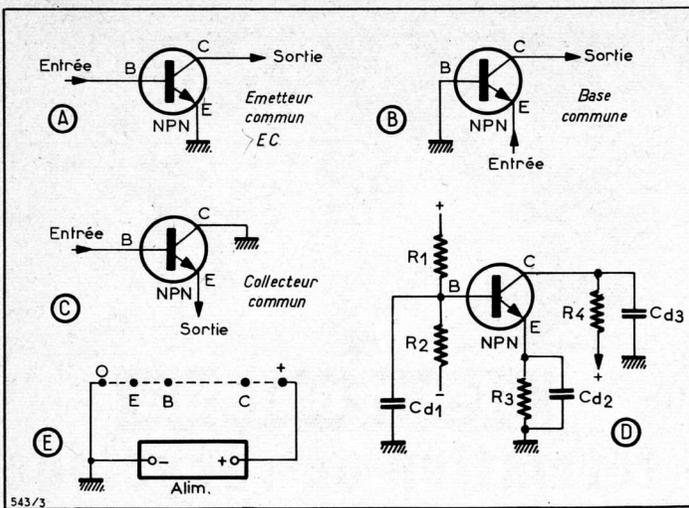

Fig. 3
L'oscillateur à un seul transistor peut être réalisé d'après une infinité de schémas différents pouvant se classer en trois catégories selon l'électrode « commune » choisie. A la figure 3 on a représenté les trois montages des transistors utilisés dans les amplificateurs. On montrera que de ces montages amplificateurs dérivent ceux des oscillateurs.
Le schéma (A) de la figure 3 est théorique et simplifié. En réalité chaque électrode doit être polarisée à la tension qui lui convient, l'émetteur doit être à la masse ou légèrement positif par rapport à celle-ci (il s'agit de transistor NPN), la base doit être un peu plus positive que l'émetteur et le collecteur doit être encore plus positif, parfois au même potentiel que le + alimentation.
Cette « échelle » des tensions est indiquée en (E) figure 3.
Pour créer les polarisations on utilise des résistances. Les procédés de polarisation sont montrés à la figure 3 (D).
Il va de soi que dans le montage en émetteur commun seul C_{D2} sera monté et non C_{D1} et C_{D3} de la figure 3 (D).
En considérant toujours le transistor comme amplificateur, le montage en base commune est symbolisé par le schéma de la figure 3 (B).
En pratique le schéma réel du montage base commune est analogue à celui de la figure 3 (E) où ne subsiste que le condensateur de découplage C_{D1} entre base et masse.
Le troisième montage, représenté à la figure 3 (C), nécessite la « mise à la masse » du collecteur qui s'effectue à l'aide du condensateur de découplage C_{D3} de la figure 3 (D) Passons maintenant aux montages d'oscillateurs qui peuvent se déduire de ceux d'amplificateurs que nous venons d'analyser très rapidement.
Partons de l'un des montages d'amplificateur, par exemple celui à émetteur commun figure 3 (A).
Pour compléter ce montage, il faut lui adjoindre des bobinages des résistances d'alimentation comme celles de la figure 3 (D) et le, ou les, condensateurs de découplage s'il y a lieu de les introduire en circuit.